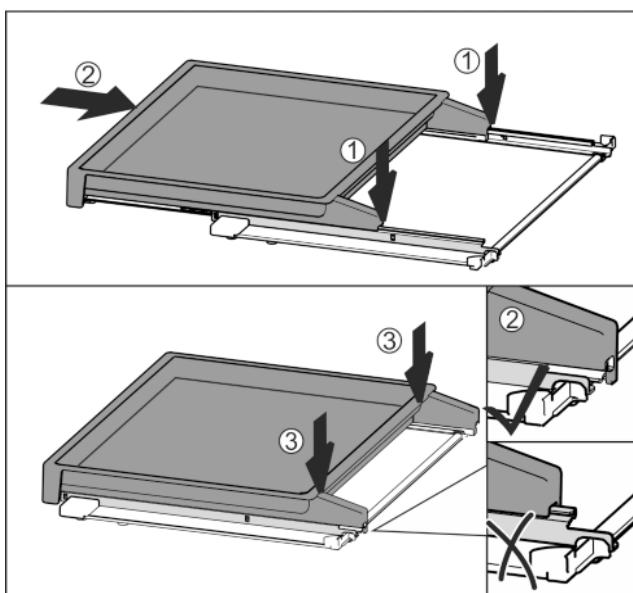

Fig. 38
- Поставете в средата върху релсите Fig. 38 (1).
- Вкарайте изцяло изтеглящата се дъска Fig. 38 (2).
- Натиснете от задната страна, докато се фиксира с щракване Fig. 38 (3).